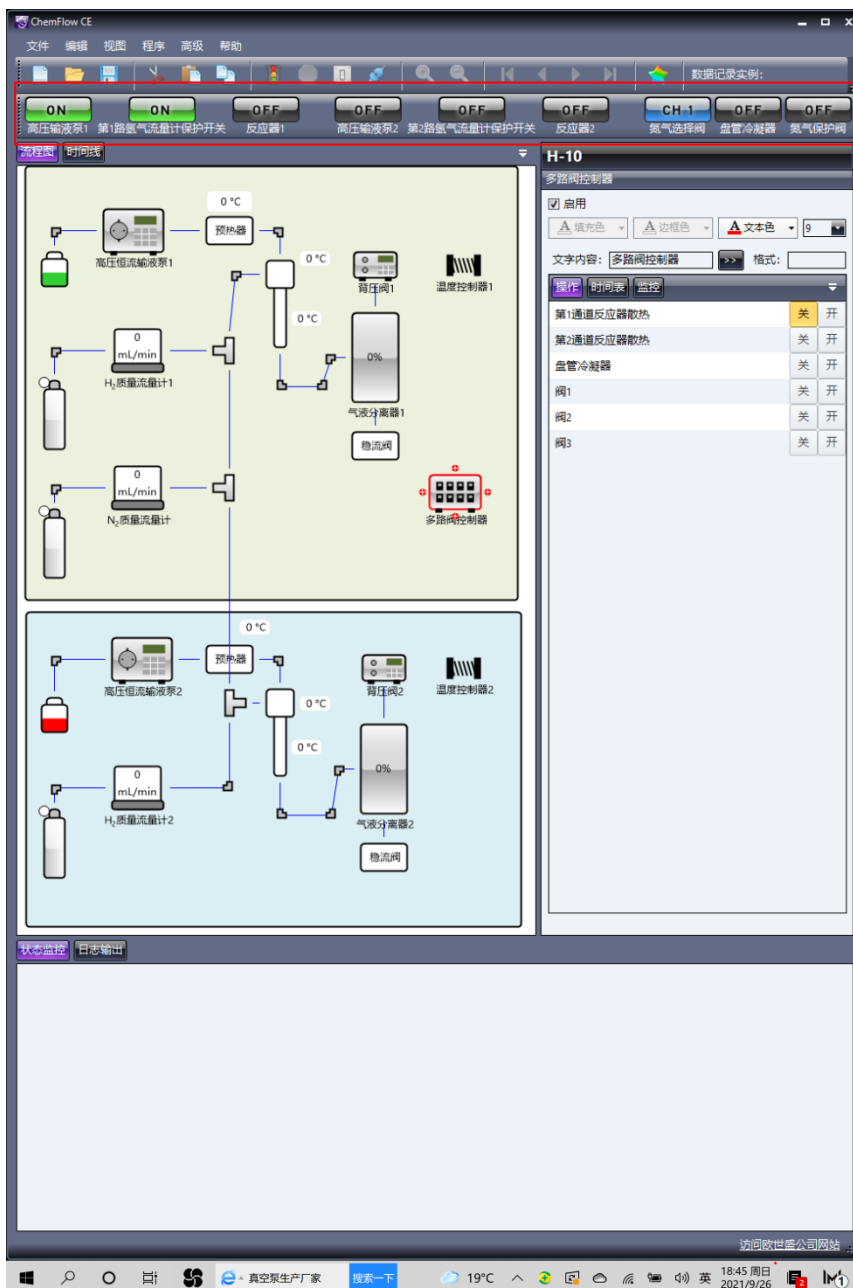

图5-9 快捷键界面
9. 如图5-9所示，在软件操作界面上端设有快捷键功能区，可快速启动停止相关动作。快捷键包括开关高压输液泵，开关气体流量计保护阀，反应器散热、氮气阀通道选择，盘管冷凝器散热能功能。使设备操作更加快捷简便。